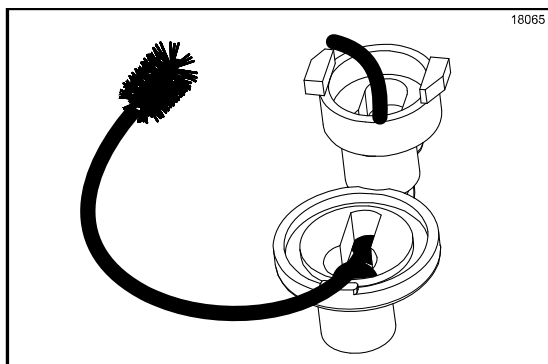

Figura 84
6. Insira a escova preta flexível pela extremidade sem cerdas, na passagem entre a válvula de entrada e a válvula de saída. (Veja a Figura 84.)